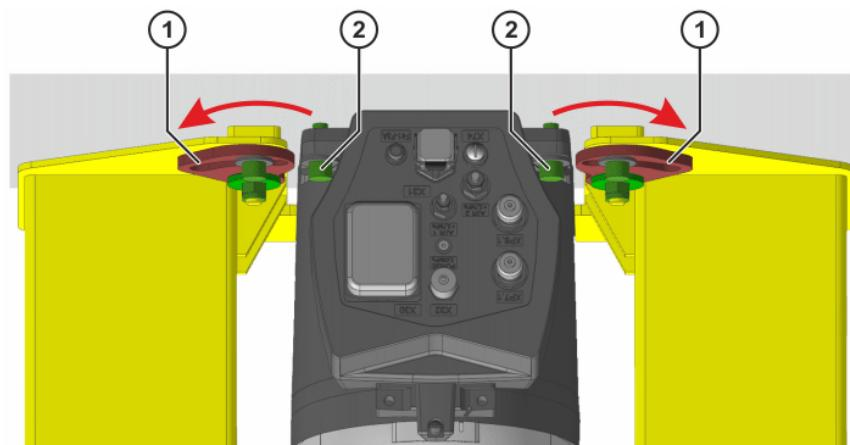

Abb. 7-19: Schwenkhalter nach außen drehen
16. Schwenkhalter nach außen drehen (>> Abb. 7-19).